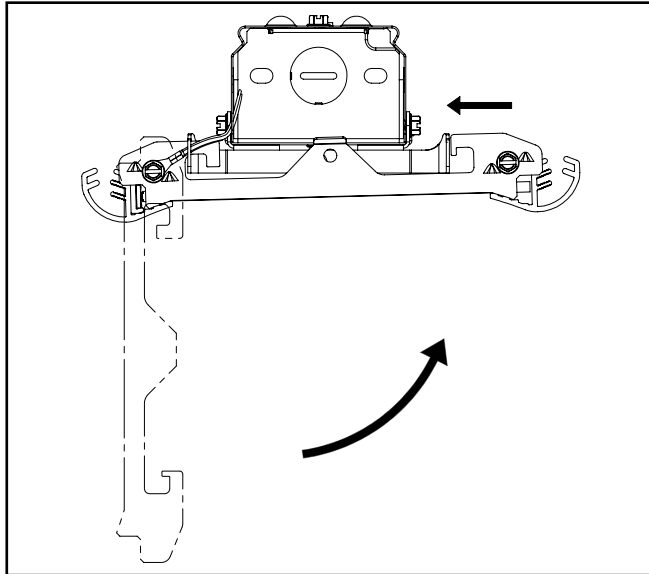

Figure 5.3.
- C. Faites pivoter l'assemblage du guide d'ondes dans l'autre extrémité de l'assemblage du boîtier du pilote et déplacez-le à l'horizontale vers l'extrémité de la languette épaisse (figure 5.3).